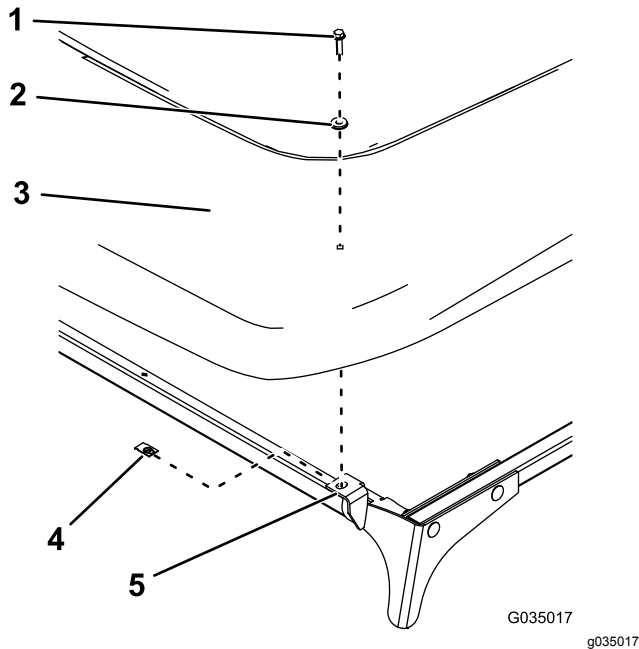

Bild 15
17. Befestigen Sie das Sonnendach mit zwei Clips, zwei Dichtungsscheiben und zwei Sechskantschrauben mit Flansch (1/4" x 1") an den vorderen Platten, wie in Bild 15 abgebildet.